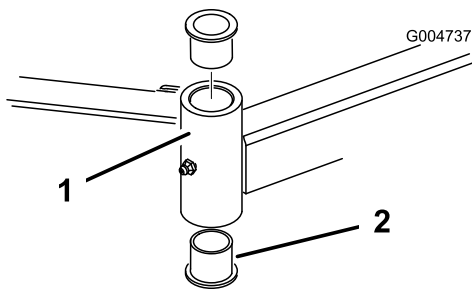

Figura 86
4. Inserte un botador fino en la parte superior o inferior del tubo de montaje y dé golpes hasta retirar el casquillo del tubo (Figura 86).